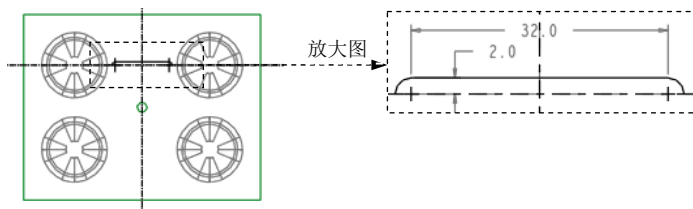

图 22.15 截面草图
- (1) 单击 **模型** 功能选项卡 **切口和曲面** 区域中的 **旋转** 按钮。
- (2) 定义草绘截面放置属性。右击，从快捷菜单中选择 **定义内部草绘...** 命令。草绘平面为 MAIN_PARTING_PLN 基准平面，草绘平面的参考平面为 MOLD_RIGHT 基准平面，草绘平面的参考方向是 **右**。单击 **草绘** 按钮，系统至此进入截面草绘环境。
- (3) 进入截面草绘环境后，选取 MOLD_FRONT 和 ADTM3 基准平面为参考，绘制图 22.15 所示的截面草图。完成特征截面后，单击“草绘”操控板中的“完成”按钮
- (4) 定义旋转角度。旋转角度类型为 ，旋转角度为 -180° 。
- (5) 在“旋转”操控板中单击操控板中的 按钮，完成特征创建。